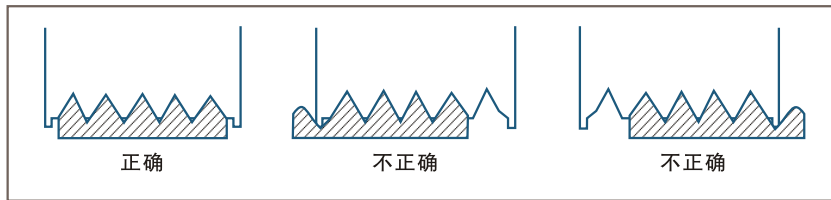

图8-19 压缩机皮带检查
(2) 在夏季正常使用情况下（一般高压压力 $\geq 1451.9\text{MPa}$ ）、开动冷气后注意风扇应立即运转并进入高速，否则必须检查冷气高压开关是否失灵。
(3) 检查空调压缩机皮带
① 检查压缩机皮带的安装是否正确。（如图8-19）